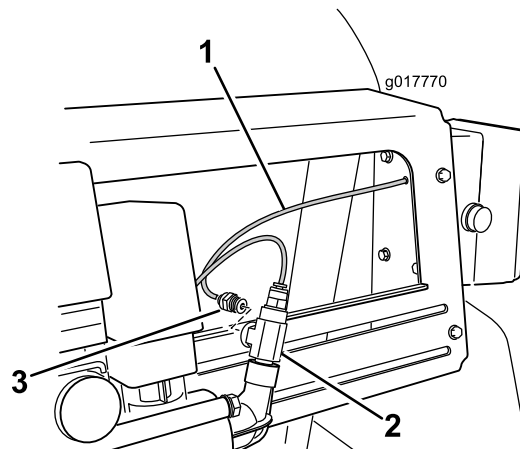

图7
3. 找到控制箱背面的红色压力表管,将它安装在三通接头(图7)的开口处。